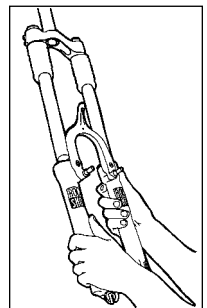

Fig. 4
7. Sfilare il gruppo monoblocco foderi-archetto (vedere Fig. 4). Togliere i parapolvere della forcella.